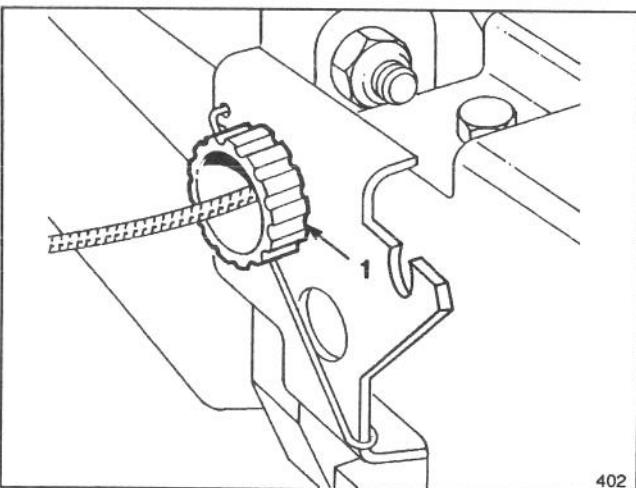

Figure 23
2. RÉGLAGE (Fig. 23). Si le système d'autopropulsion ne fonctionne pas, tourner le bouton de réglage de 1/2 tour dans le sens des aiguilles d'une montre. Si la tondeuse à tendance à avancer lorsque la barre de commande est à plus de 4 cm (1 1/2 po.) du mancheron, tourner le bouton de 1/2 tour vers la gauche pour détendre la courroie.